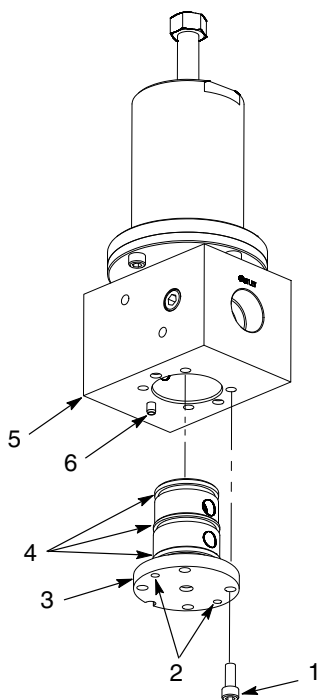

Рис. 3 Замена типового уплотнительного картриджа
1. См. рис. 3. Вывернуть винты (1) крепления уплотнительного картриджа (3) к корпусу (5).
2. Ввернуть два винта (1) отверстия для извлечения (2). Затянув винты, извлечь уплотнительный картридж регулятора из корпуса (5).
3. Промыть корпус (5) изнутри совместимым растворителем или вытереть начисто ветошью.
4. Покрывать уплотнительные кольца (4) на новом уплотнительном картридже (3) регулятора смазкой для уплотнительных колец.
5. Убедиться, что канавка в основании уплотнительного картриджа (3) регулятора совмещается с установочным штифтом (6) в корпусе (5). Закрепить уплотнительный картридж регулятора (3) в корпусе, используя винты (1). Затянуть винты моментом 10 Н•м (90 дюйм-фунтов).